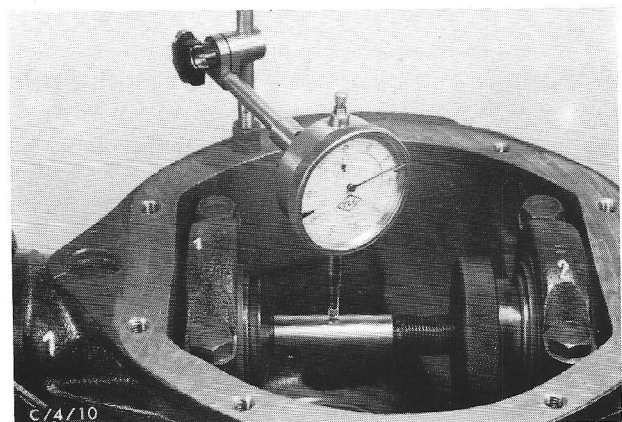

Fig.39 Kaliberstift instellen.
20. Bevestig de meetklok 15-046 met de standaard 15-022 op de achterbrug en plaats de meetstift op het midden van de kaliberstift. Draai de kaliberstift langzaam en lees de maximale waarde op de klokmicrometer af. Draai vervolgens de kaliberstift totdat de helft van deze waarde wordt verkregen. Nu mag de kaliberstift niet meer worden gedraaid (fig.39).